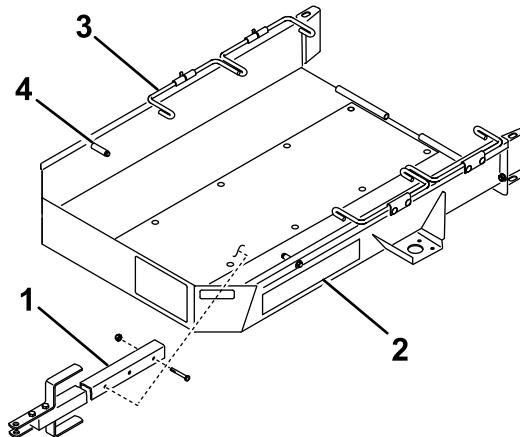

Figura 1
1. Fissate il gruppo timone alla staffa di montaggio nella parte sottostante del pianale del rimorchio con 2 bulloni ($\frac{3}{8}$ " x $2\frac{3}{4}$ ") e 2 dadi di bloccaggio (Figura 1).
4. Posizionate l'acceleratore sulla velocità minima e conducete **lentamente** la macchina sopra il rimorchio sinché le ruote di trasferimento entrano in contatto con i fermi del rimorchio (Figura 1).
6. Ruotate la prima serie di aste delle ruote verso il basso dietro alle ruote di trasporto (Figura 1).